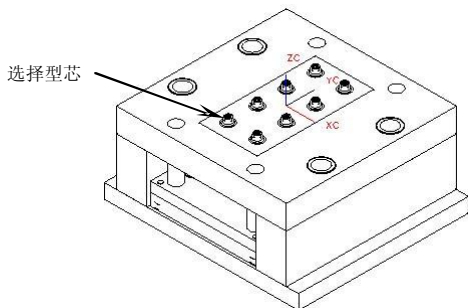

图5-61
2. 打开【装配导航器】，选择型芯并单击  MB3，如图 5-61 所示，在弹出的快捷菜单中选择【转为工作部件】选项，将型芯转为工作部件。